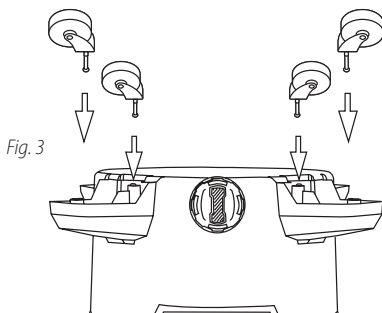

Fig. 3
4. Insertar las ruedas pivotantes **5** en las patas de las ruedas colocando los vástagos de las ruedas en los orificios provistos **4**. Presionar y girar hacia un lado y hacia otro hasta que las ruedas **5** encajen en su sitio. **Fig. 3.**